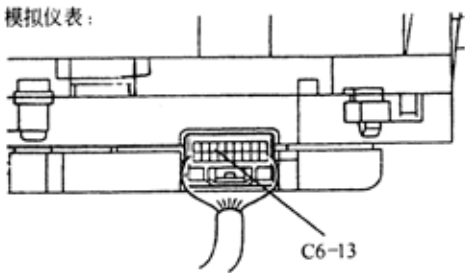
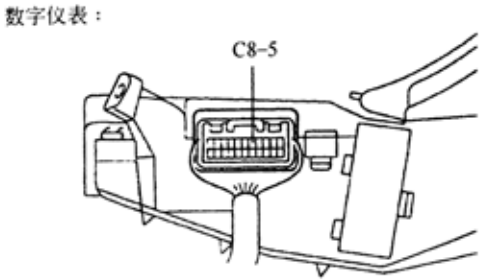

图 9-75
图 9-76
(1)检查组合仪表总成，如图 9-75、图 9-76 所示。